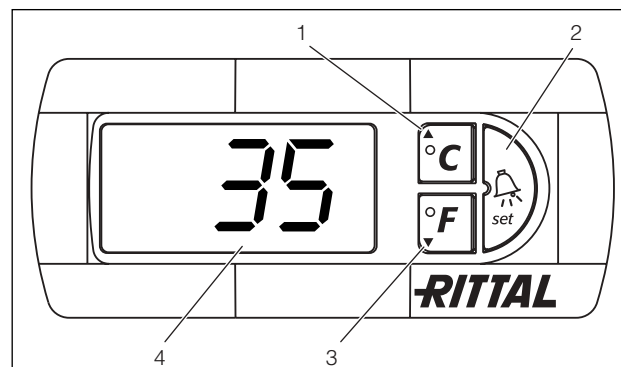

Fig. 16: Controllo Comfort
Lo scambiatore di calore aria/acqua funziona automaticamente; alimentando l'apparecchio, il ventilatore viene attivato e funziona in continuo (v. pagina 5, Fig. 2), facendo circolare l'aria all'interno dell'armadio. Il ventilatore e la valvola magnetica sono regolate dal controllo Comfort. Il controllo Comfort dispone di un display a 7 segmenti (Fig. 16, nr. 4). Dopo l'inserzione dell'alimentazione, sul display appare per ca. 2 secondi la versione del software utilizzato. In modalità di regime normale, il display visualizza sia la temperatura (commutabile in gradi Celsius o gradi Fahrenheit) sia le segnalazioni di guasto. La temperatura attuale all'interno dell'armadio in regime normale è sempre visualizzata. In presenza di guasto appare la relativa segnalazione invece dell'indicazione della temperatura. Per la programmazione dell'apparecchio si utilizzano i tasti 1 – 3 (Fig. 16). Analogamente i parametri di programmazione sono visualizzati sul display.
- Premere contemporaneamente i tasti 1 e 2 (Fig. 16) per min. 10 secondi.
Con i tasti 1, 2 e 3 (Fig. 16) è possibile modificare 24 parametri entro i campi predefiniti (valore min., valore max.). Le tabelle 4 e 5 mostrano quali parametri sono modificabili. La Fig. 17 di pag. 22 mostra quali tasti si devono utilizzare.